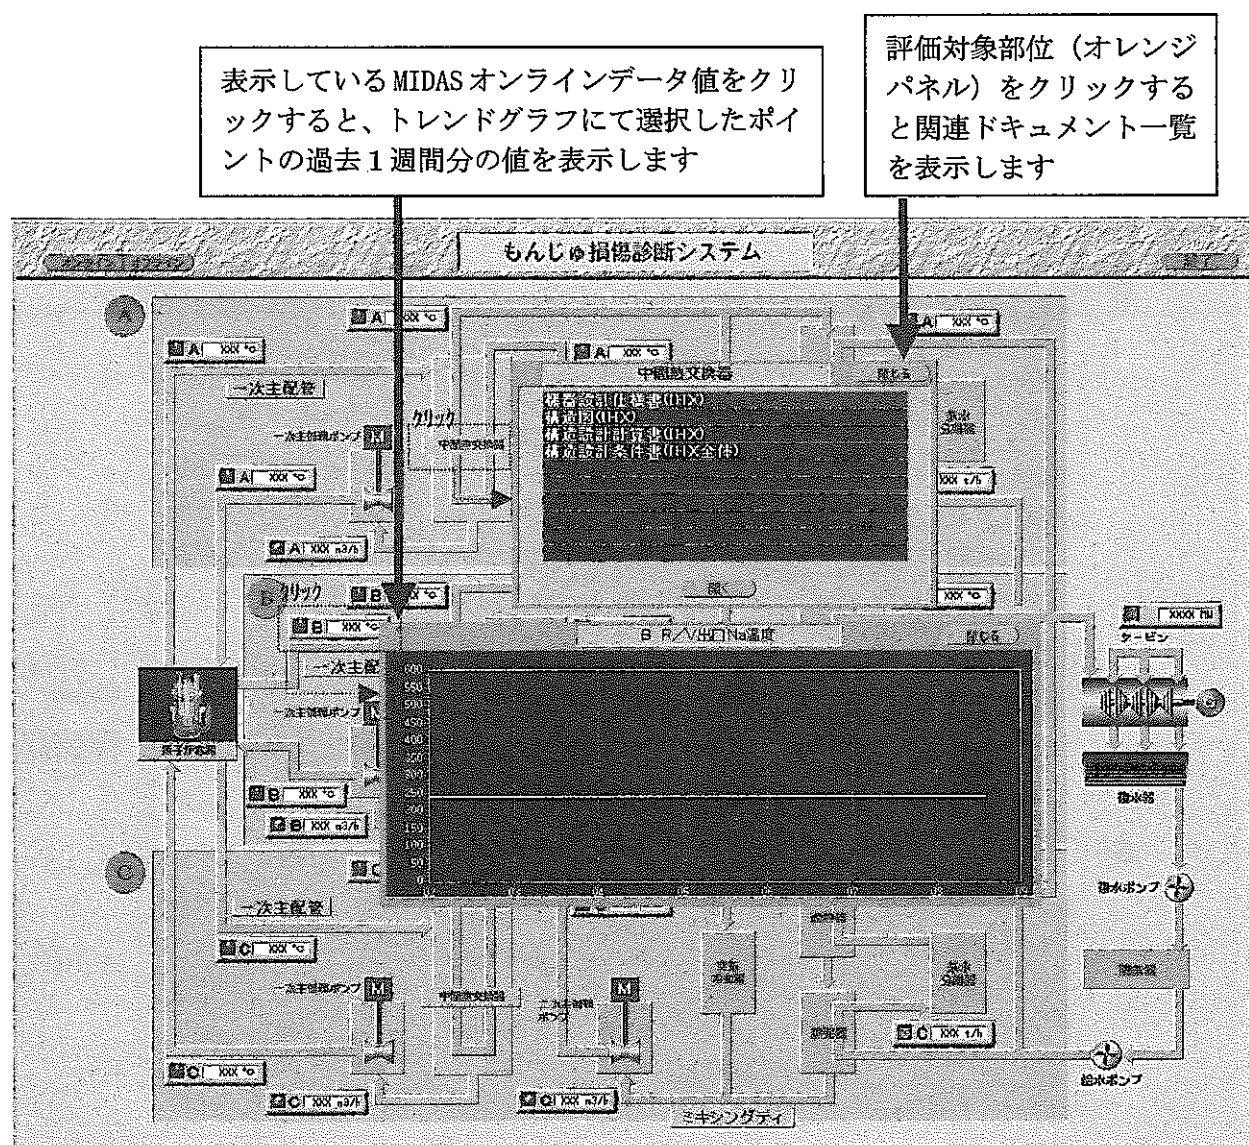

図 5-3 ドキュメント一覧及び、トレンド表示
- (2) 評価対象部位をクリックすると関連ドキュメント一覧を表示します(図 5-3 参照)。一覧より表示させたい関連ドキュメントをクリックします
- (3) 表示しているMIDASオンラインデータ値をクリックすると、図 5-3トレンドグラフにて選択したポイントの過去1週間分の値を表示します。
- (4) "終了" ボタンをクリックすると、損傷診断システムを終了します(Windows-NT は終了しません)。